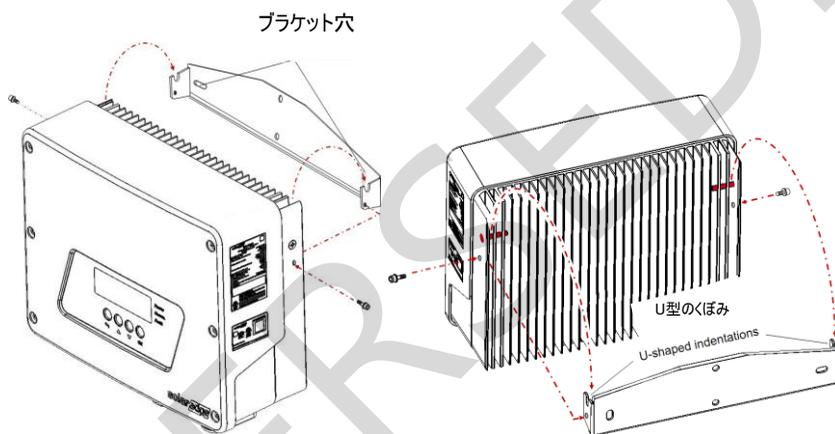

図2:パワーコンディショナをブラケットに吊り下げる
4. 図2に示すように、パワーコンディショナを側面から持ち上げるか、パワーコンディショナを上下に保持し、U型のくぼみの上に置き、パワーコンディショナを壁面または柱に対して平らに置きます。